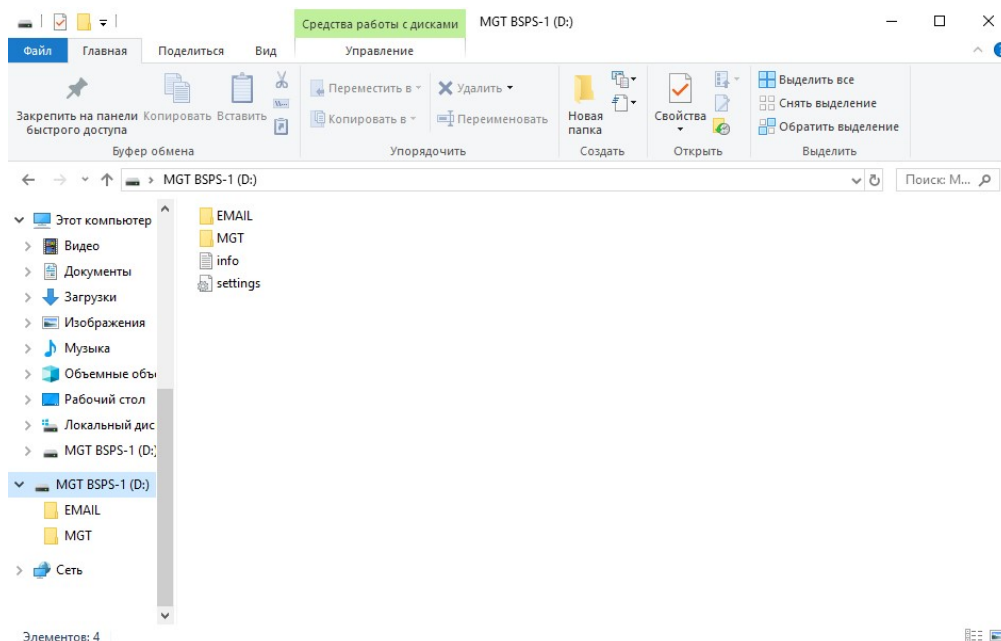

рис.4
4. На диске (рис.4) находятся две папки "EMAIL", "MGT" и три текстовых файла "info", "settings" и "log":